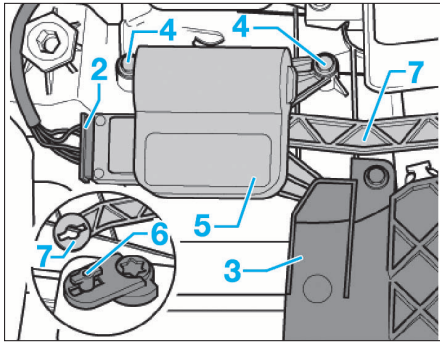

FIG. 34
- Débrancher le connecteur électrique (2) (Fig.34).
- Déposer le cache (3) et les vis (4).
- Déposer le servomoteur (5).
- Détacher le levier (6) de la tringle (7).